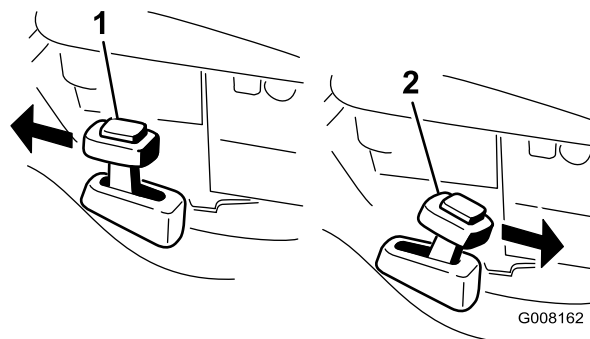

Figura 19
2. Premete il pulsante sulla parte superiore della leva di riciclaggio/raccolta e spostate la leva nella posizione di **riciclaggio** (Figura 19).
riciclaggio/raccolta e spostate la leva nella posizione di **raccolta** (Figura 19).
Nota: La leva di riciclaggio/raccolta deve essere in posizione di **raccolta** (Figura 19).